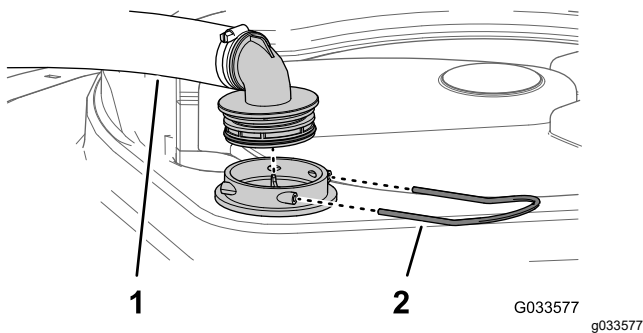

図 51
2. タンク上部で、フィルタハウジングからの太いホースについているフィッティングを固定しているリテーナを外す 図 51。
3. フィルタハウジングからホースとフィッティングを取り外す 図 51。